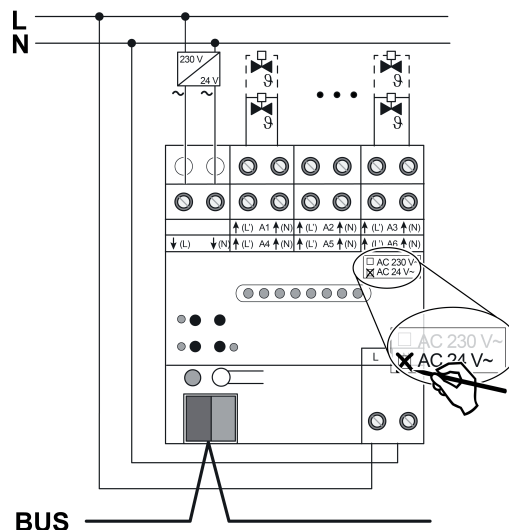

Рисунок 4: Подключение сервоприводов 24 В
- Сервоприводы 24 В пер. тока подключать согласно схеме подключений (рисунок 4).
- Подключить питание сервоприводов к клеммам ↓(L) и ↓(N) (1).
- Подключить сетевое напряжение к клеммам (5).